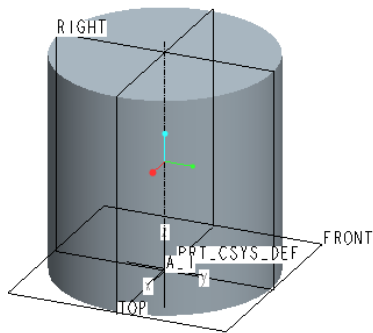

図 13-56 見やすい視点への調整
- ・中ボタンを押しながらソリッドモデル上をドラッグさせて、自分の見やすい視点（この章ではモデルの FRONT 平面を下側に、また円筒をやや斜めにする）に図の向きを調整する。（図 13-56）